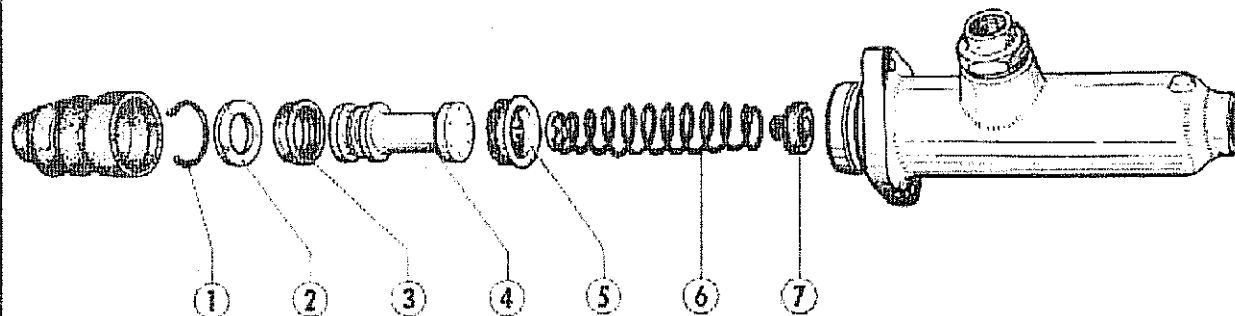

Fig. 321
Quitar del cilindro principal todas las componentes del mismo. Para ello retirar el guardapolvo de goma y destrabar mediante el empleo de un destornillador el aro retén (1), el que una vez destrabado permite retirar todos los componentes que se muestran en el despiece (Fig. 321). Las piezas de goma retiradas del cilindro principal deben desecharse cualquiera sea su estado.
Armado: Lubricar abundantemente el interior del cilindro principal con líquido de frenos limpio y nuevo. Empapar todas las piezas del interior del cilindro principal con líquido de frenos. Montar las piezas en el orden que se indica a continuación, referirse a la Fig. 321.